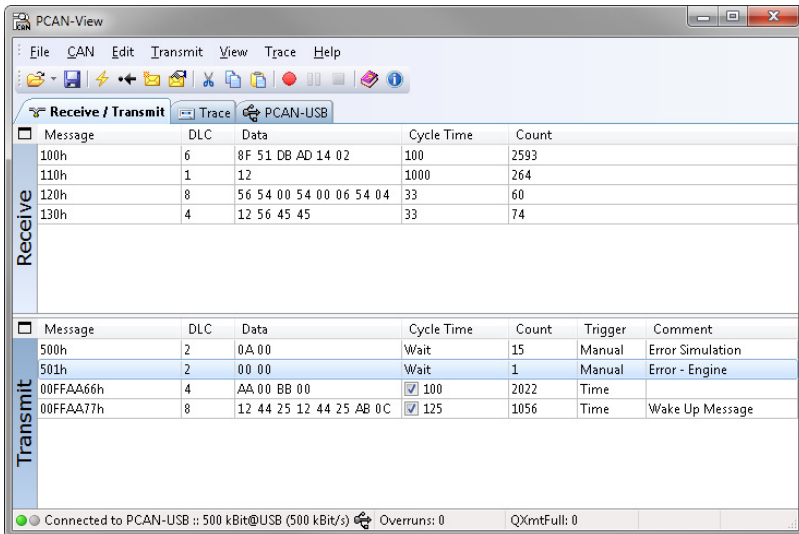

Abbildung 7: Registerkarte Senden/Empfangen
5. Bestätigen Sie abschließend die Angaben im Dialogfenster mit **OK**. Das Hauptfenster von PCAN-View erscheint (siehe Abbildung 7).